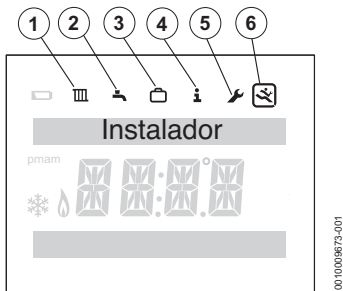

Fig. 15 Indicación de menú de instalador
- ▶ Pulsar la tecla **menú** y retorno hasta que se visualice el menú principal en el menú de servicio (→ fig. 15).